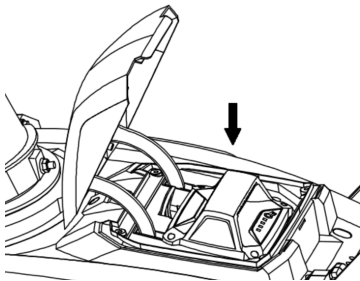

Fig.6
1. Abra la tapa del compartimiento de la batería y deslice la batería verticalmente hacia abajo como muestra la Fig.6.